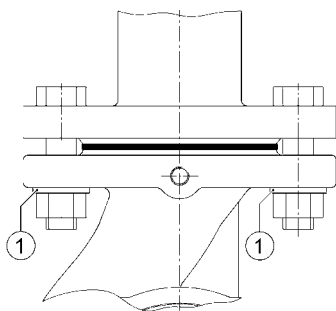

Fig. 12: Montering med kombiflens
- Mellom skruer-/mutterhodet og kombiflensen må man bruke de medfølgende underlagsskivene (fig. 12, pos. 1).